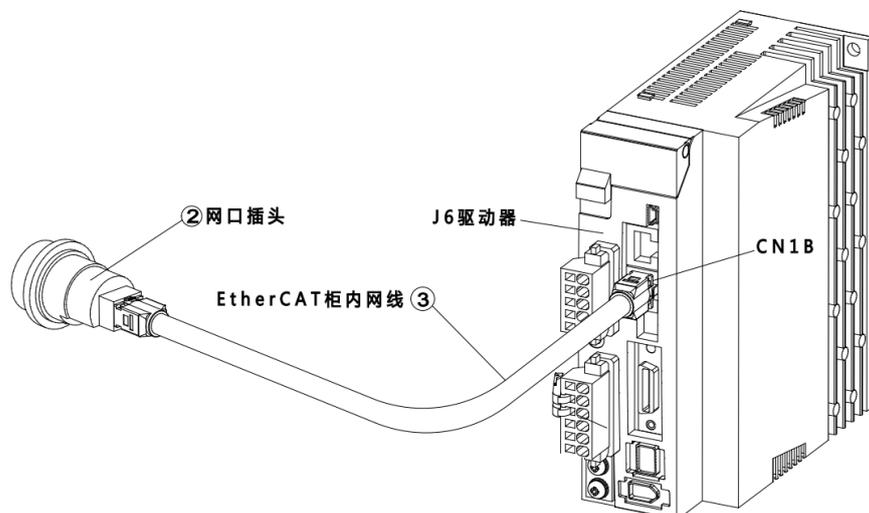

图 16-10 连接 J6 驱动器的 CN1B 接口示意图
步骤3. 将③EtherCAT 柜内网线一端接在网口插头上，另一端接在 J6 驱动器的 CN1B 接口上，合理排布柜内线缆，参考图 16-10。